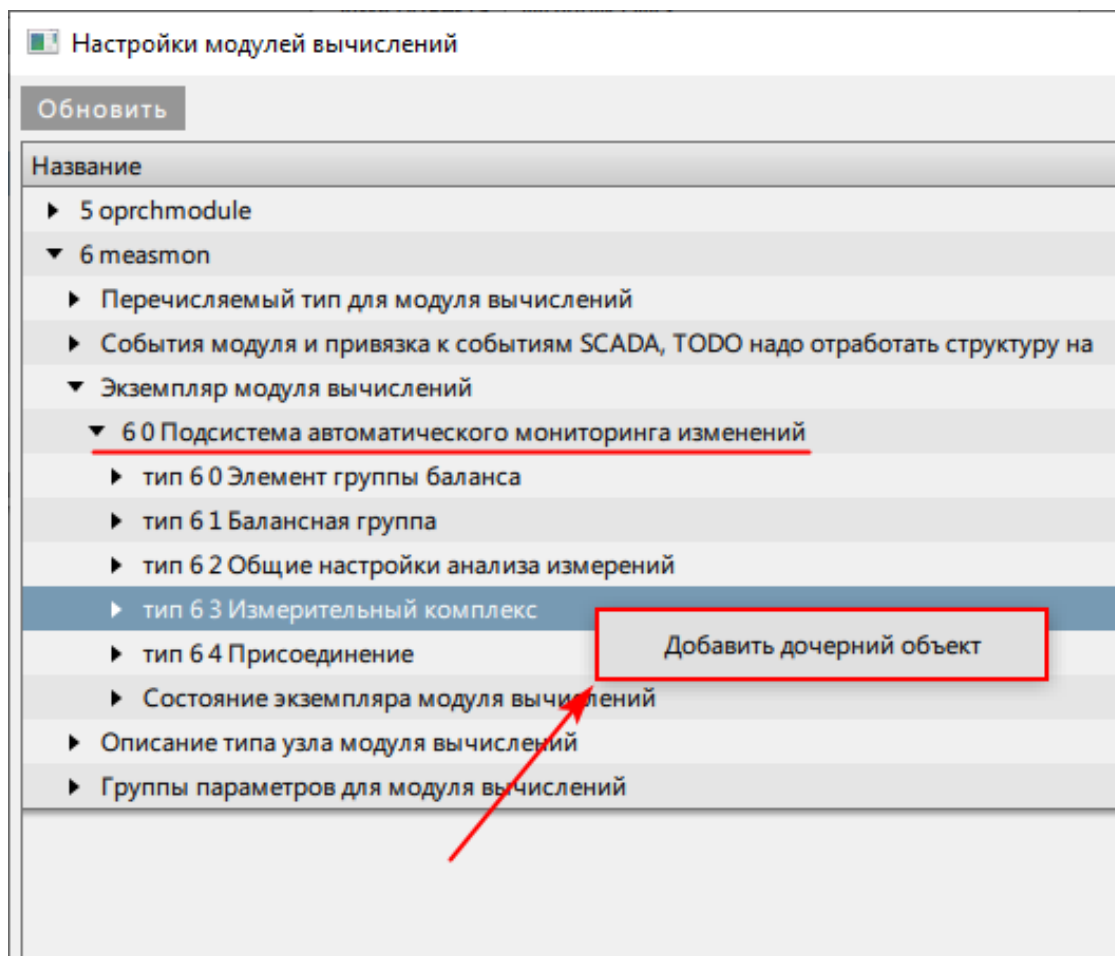

Рисунок 429 - Измерительный комплекс
2. Нажмите *ПКМ* по **тип 6 3 Измерительный комплекс** и выберите **Добавить дочерний объект** (Рисунок 429). Добавьте то количество измерительных комплексов, которое будет использоваться для мониторинга изменений.